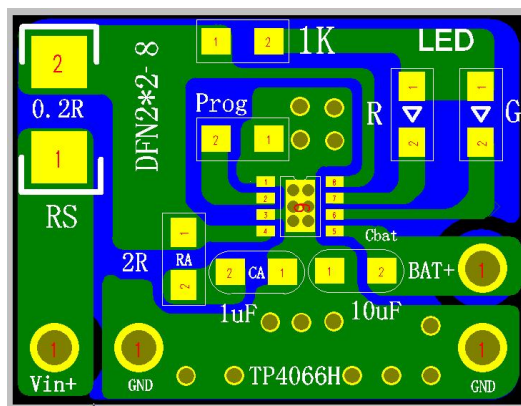

图5
- 1、为保证各种情况下可靠使用，防止输入电源插拔所产生的尖峰和毛刺电压损坏芯片，芯片VCC 端(使用RS RA及CA器件)必须按照典型电路应用才可保证高压输入不被损坏,建议TP4066H典型应用情况下，Vcc端口电容采用X7R的1uF陶瓷电容，电容耐压选择最高输入电压1.5~2倍；BAT端采用10uF陶瓷电容。所有电容位置以靠近芯片引脚为优，电容地并集中连接于芯片地，不宜过远(电容位置可参考下图PCB,图4及图5)。